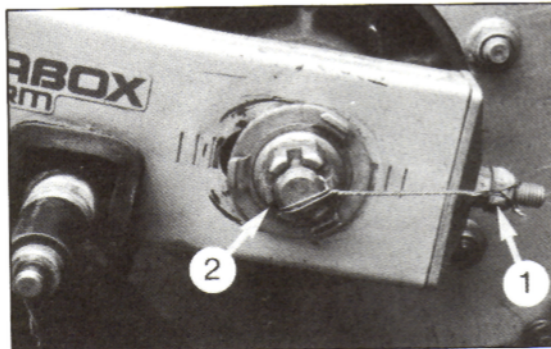

Bild 51
- Falls Durchhang nicht korrekt, Achsmutter SW 27 lösen und Spannerschrauben SW 12 gleichmässig anziehen bis Kette einen Durchhang von 20 bis 30 mm aufweist. Ausrichtmarken auf beiden Seiten der Schwinge beachten, siehe Bild 51.